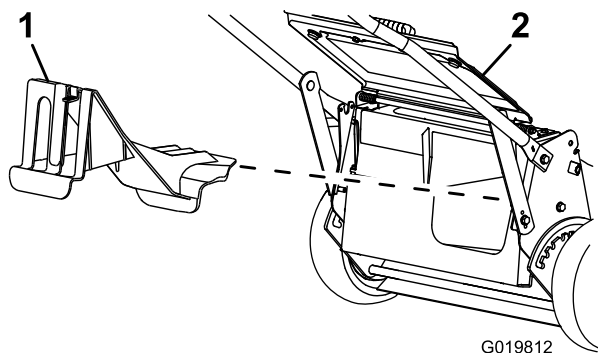

Figure 18
- Si l'obturateur d'éjection arrière n'est pas installé, saisissez-le par la poignée, relevez le déflecteur arrière et insérez-le dans la goulotte d'éjection arrière jusqu'à ce que le dispositif de verrouillage s'enclenche; voir Figure 18.
2. Retirez l'obturateur d'éjection arrière en appuyant sur le verrou avec le pouce et en tirant l'obturateur hors de la machine (Figure 18).